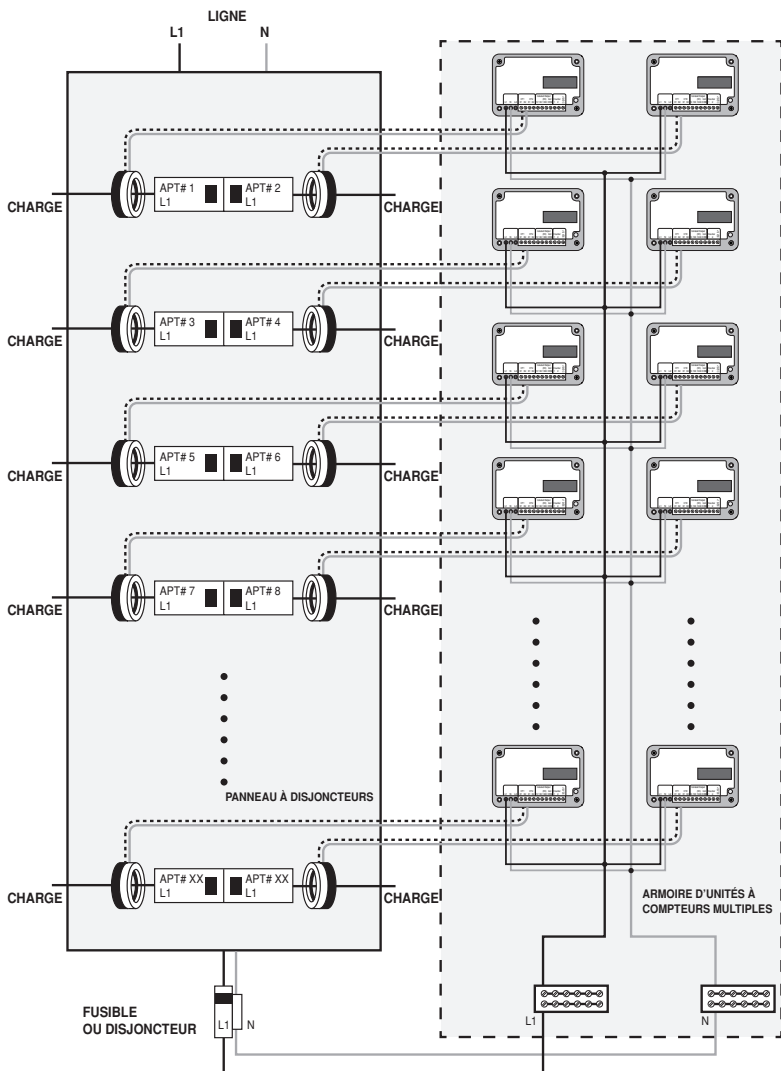
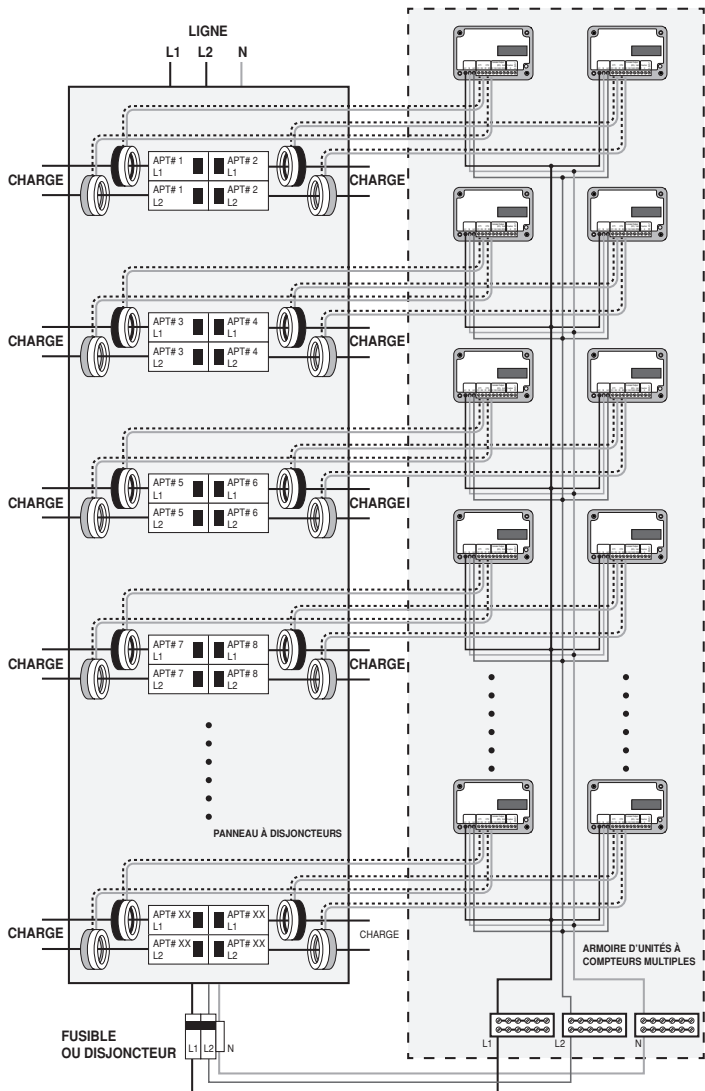
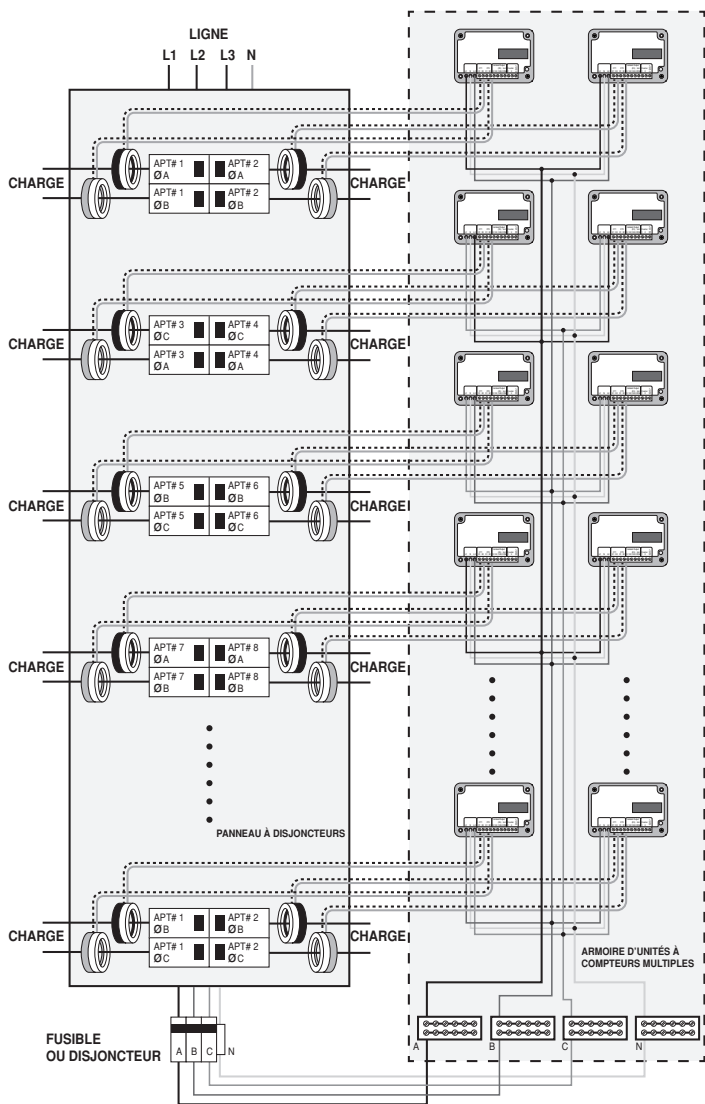

Figure 10: Installations monophasées bifilaires
Figure 11: Installations diphasées (phase auxiliaire) trifilaires
Figure 12: Installations triphasées quadrifilaires
2. Raccorder des fils de ligne et de neutre à isolant pouvant résister à une tension de 300 V au moins aux endroits appropriés dans le panneau de branchement, conformément aux codes de l'électricité locaux et nationaux; voir la figure 10 pour les installations monophasées bifilaires, la figure 11 pour les installations mono ou diphasées trifilaires, ou la figure 12 pour les installations triphasées quadrifilaires.
2. Raccorder des fils de ligne et de neutre de calibre minimal de 18 AWG à isolant pouvant résister à une tension de 300 V au moins aux endroits appropriés dans le panneau de branchement, conformément aux codes de l'électricité locaux et nationaux; voir la figure 10 pour les installations monophasées bifilaires, la figure 11 pour les installations mono ou diphasées trifilaires, ou la figure 12 pour les installations triphasées quadrifilaires.
- En présence d'un panneau mono ou diphasé trifilaire, les entrées de courant et de tension doivent être installées « en phase » pour assurer des lectures exactes (c'est-à-dire TC1 raccordé à la ligne 1, et TC2 raccordé à la ligne 2); voir la figure 11.
- En présence d'un panneau triphasé quadrifilaire, se reporter à la figure 12 et suivre les plans fournis par l'usine pour connaître l'emplacement des TC.
Si on n'oriente pas les TC de la bonne façon, on obtiendra des lectures erronées. Les figures 10 à 12 montrent des schémas de câblage en diverses configurations de tension.